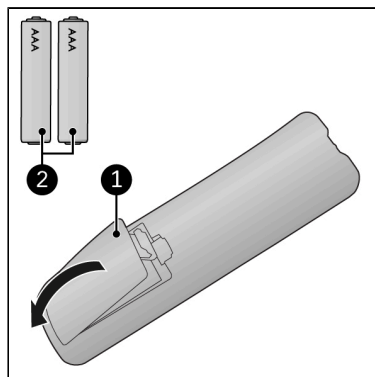

Abbildung 52.
1. Entfernen Sie die Batterieabdeckung (Abbildung 52, Pos. 1).
2. Legen Sie zwei Batterien (AAA 1,5 V) (Abbildung 52, Pos. 2) wie im Batteriefach angegeben ein. Stellen Sie sicher, dass die Batterien richtig eingelegt sind.